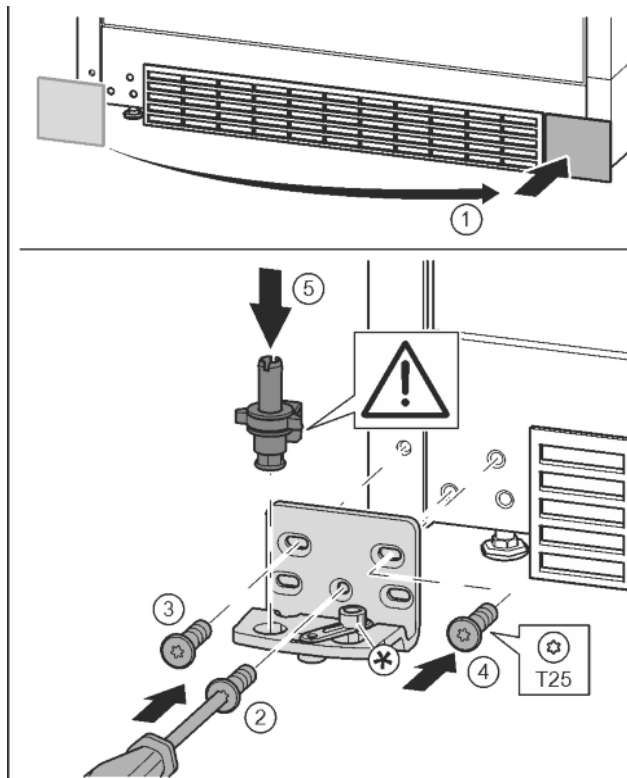

Fig. 18
- ▶ Vegye le a fedelet, és szerelje fel a másik oldalra. *Fig. 18 (1)*
- ▶ A másik oldalra helyezze fel a csapágybakot, és egy T25 csavarhúzóval húzza meg. Középen az alsó 2 csavarral kezdjen. *Fig. 18 (2)*
- ▶ Húzza meg a 3 és 4 csavart. *Fig. 18 (3, 4)*
- ▶ Helyezze be a teljes csapszeget. Ügyeljen közben arra, hogy a bekattanó bütyök hátrafelé mutasson. *Fig. 18 (5)*